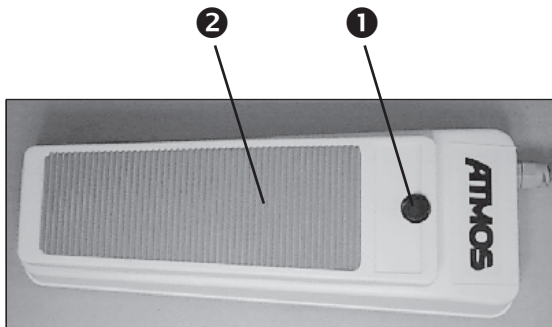

Fig. 9. Pedal Regulador (Desde arriba)
- ❶ Conmutador para cambiar de imagen fija a imagen ralentizada
- ❷ Palanca basculante para ajustar la fase y la frecuencia del ralentizado
El modo de funcionamiento se cambia pisando el conmutador de imagen ralentizada / imagen fija (❶, Fig. 9 + 10) situado en el pedal regulador.
Si se pisa la palanca basculante (❷, Fig. 9 + 10) con el tacón hasta el tope, la luz de flash se desconecta.